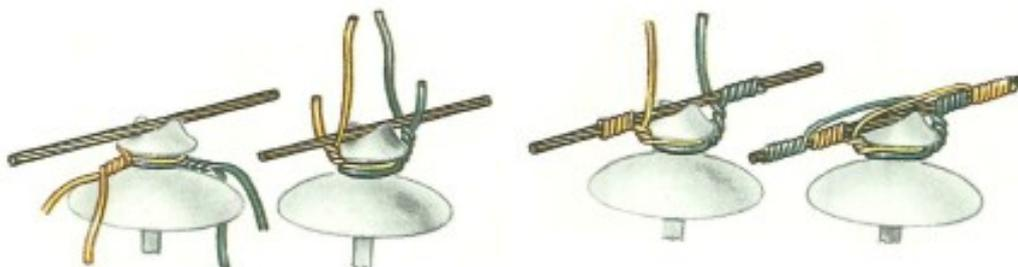
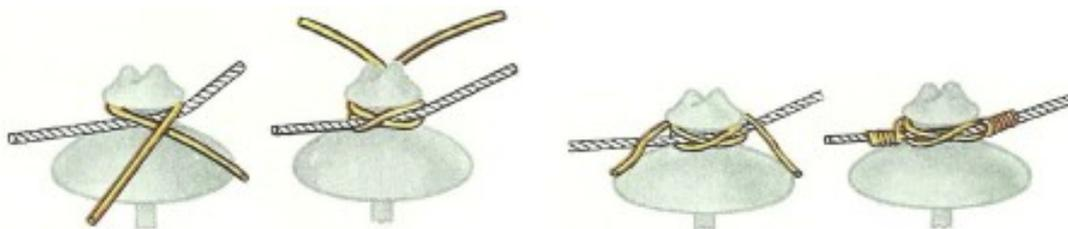
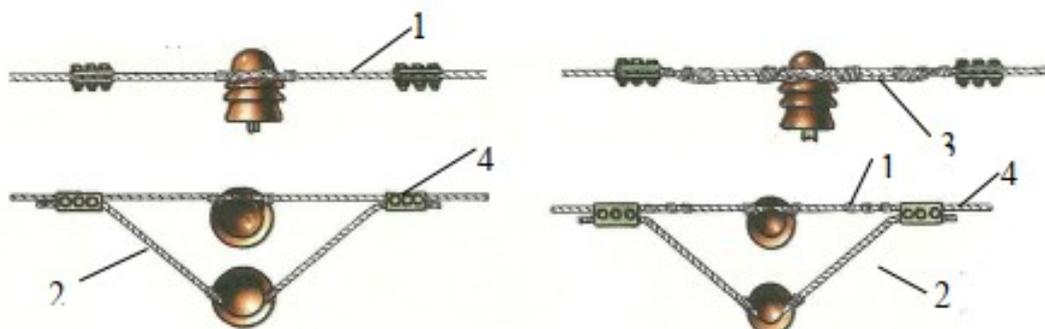

Рисунок 2.1.1. - Крепление проводов к штыревым изоляторам на прямом участке линии
Рисунок 2.1.2. - Крепление проводов к штыревым изоляторам в местах изменения направления линии.
Рисунок 2.1.3. - Двойное и двойное рессорное крепление проводов
**Задача:** На прямом участке линии провода прикрепить к головке или шейке изолятора со стороны опоры (рисунок 2.1.1.). При изменении направления линии, в месте поворота, провода крепить к шейке изолятора со стороны угла (рисунок 2.1.2). Двойное рессорное крепление (рисунок 2.1.3) выполнить на участках, подверженных автоколебаниям проводов. Вязка должна быть выполнена проволокой диаметром не менее 3,5 мм из того же материала, что и основной провод.
1. **Решение:** Изучить рисунок 2.1.1 и определить последовательность технологической операции на прямом участке. Зарисовать этапы крепления в отчет и пояснить каждый этап.
2. Изучить рисунок 2.1.2 и определить последовательность технологической операции в местах изменения направления линии. Зарисовать этапы крепления в отчет и пояснить каждый этап.